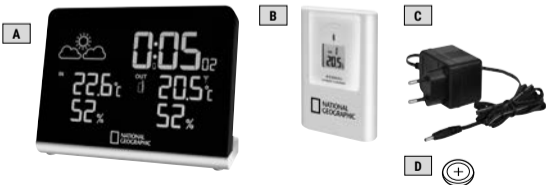

Fig. 2
Basisgerät (Fig. 2)
1. Stecken Sie den DC-Stecker des Netzadapters (Fig. 1, C) in die DC-Anschlussbuchse (Fig. 2, 18)